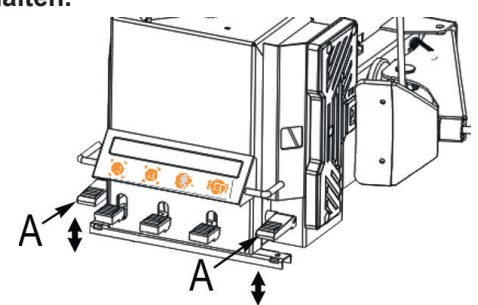

Bild 19
- Drücken Sie Pedal A (Bild 19) um die Drehscheibe solange im Uhrzeigersinn zu drehen, bis die Kante des Rades von der Felge abrutscht.
Falls der Demontage Prozess verhindert wird, stoppen Sie die Drehung der Drehscheibe, heben Sie Pedal A an (Bild 19) und lassen Sie die Drehscheibe gegen den Uhrzeigersinn drehen.